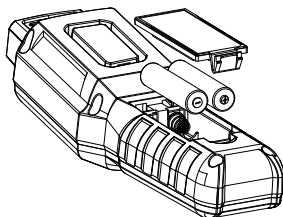

Figure 6
- a. Le produit est alimenté par deux batteries 1,5V AAA. Veuillez vous référer à la Fig. 6 pour installer ou remplacer les batteries.